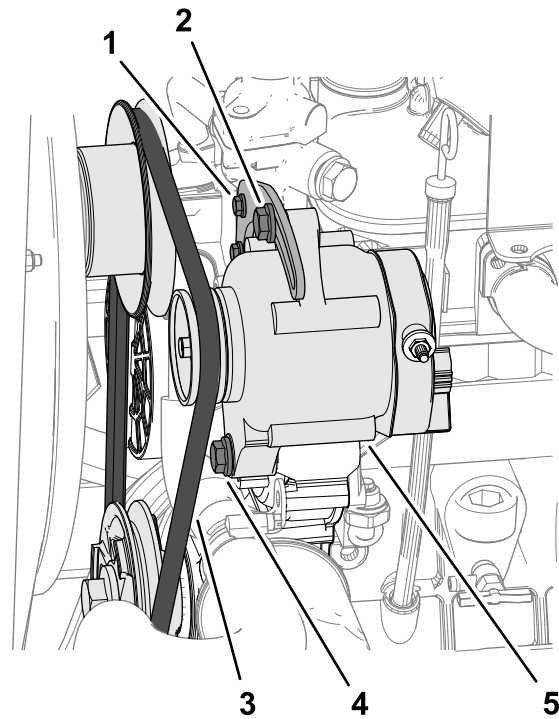

Figura 83
4. Aplicați o forță de 10 kg asupra curelei alternatorului (Figura 83), la jumătatea distanței dintre fulii.
- Dacă deflexia curelei este mai mică de 10 mm, slăbiți urubul de pivotare alternator și urubul de tensionare (Figura 83) și reduceți tensionarea curelei.
- Dacă deflexia curelei este mai mare de 10 mm, slăbiți urubul de pivotare alternator și urubul de tensionare (Figura 83) și măriți tensionarea curelei.
**Notă:** Dacă este necesar, slăbiți urubul suportului de tensionare (Figura 83).
6. Strângeți uruburile (Figura 83).